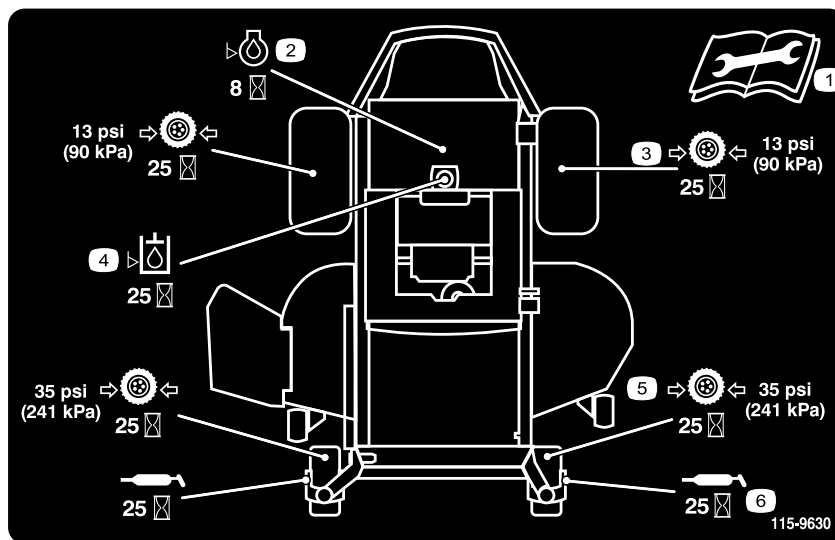

Figura 40
3. Limpie con un trapo los puntos de engrase (Figura 41) y (Figura 40). Asegúrese de rascar cualquier pintura que hubiera sobre los puntos de engrase.
4. Conecte una pistola de engrasar a cada punto de engrase (Figura 40 y Figura 41). Bombee grasa hasta que empiece a rezumar grasa de los cojinetes.